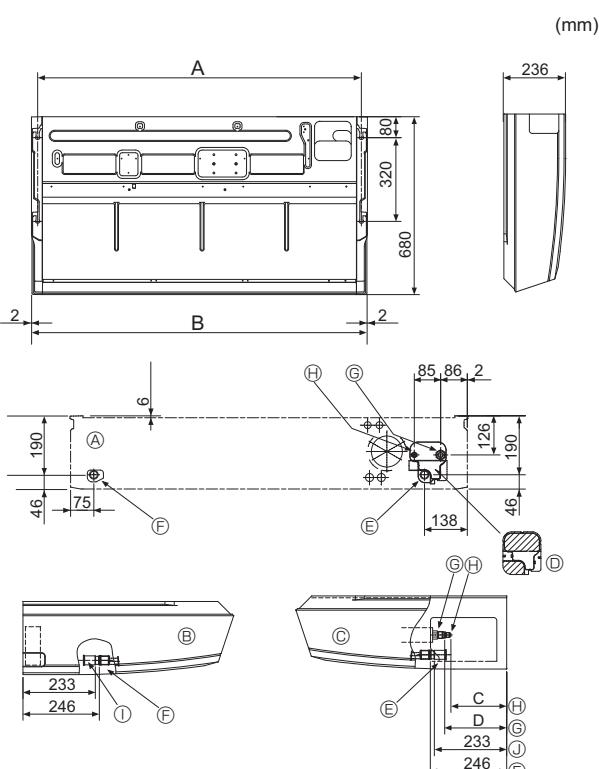

Fig. 3-2
①	Pakking	4 stuks
②	Pijpbekleding	1 stuk, grote maat (voor de gasleidingen)
③	Pijpbekleding	1 stuk, kleine maat (voor vloeistofleidingen)
④	Band	4 stuks
⑤	Sokverbinding	1 stuk, gemerkt met 'UNIT'
⑥	Mofbedekking	1 stuks
⑦	Afvoerleidingsbedekking	1 stuks
⑧	Flensmoer	1 stuks ø6,35 (Uitsluitend RP60)
3.2. Voorbereidingen voor de montage (Fig. 3-2)